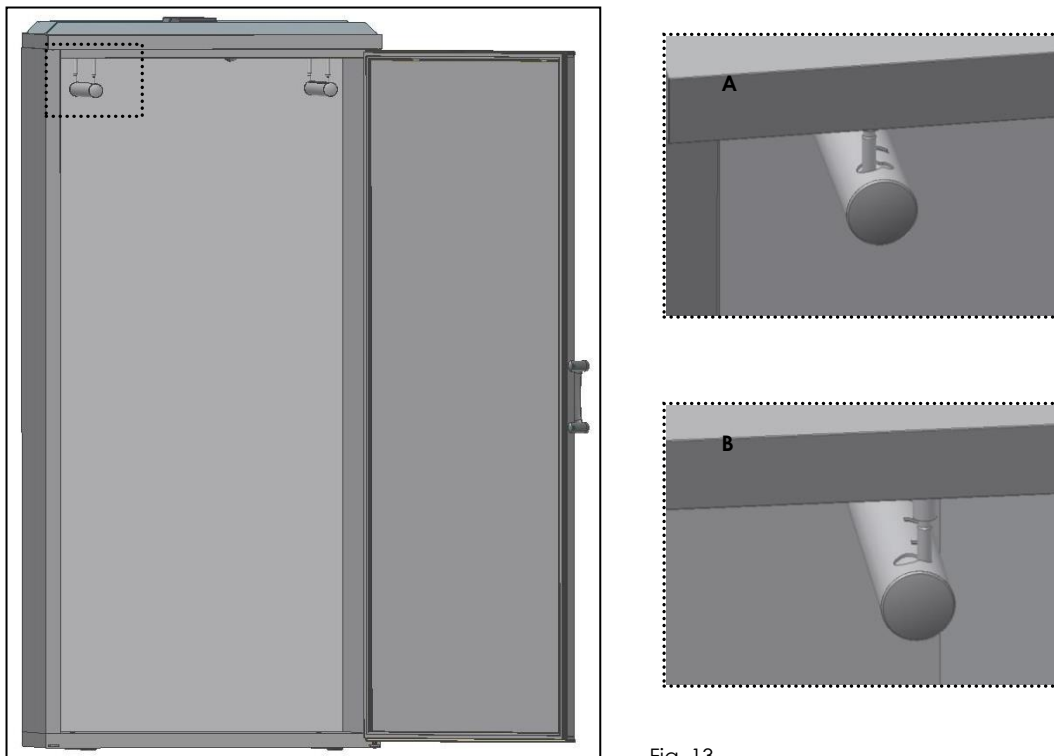

Fig. 13
- Encaixar os **tubos laterais** nas suspensões (A) e rodar para a posição definitiva (B) (Fig.13);